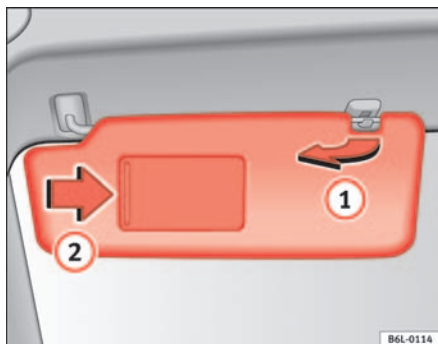

Abb. 63 Sonnenblende auf der Fahrerseite
Die Sonnenblenden für den Fahrer und Beifahrer können aus der Halterung in der Fahrzeugmitte herausgezogen und zu den Türen geschwenkt werden ⇒ Abb. 63 ①.